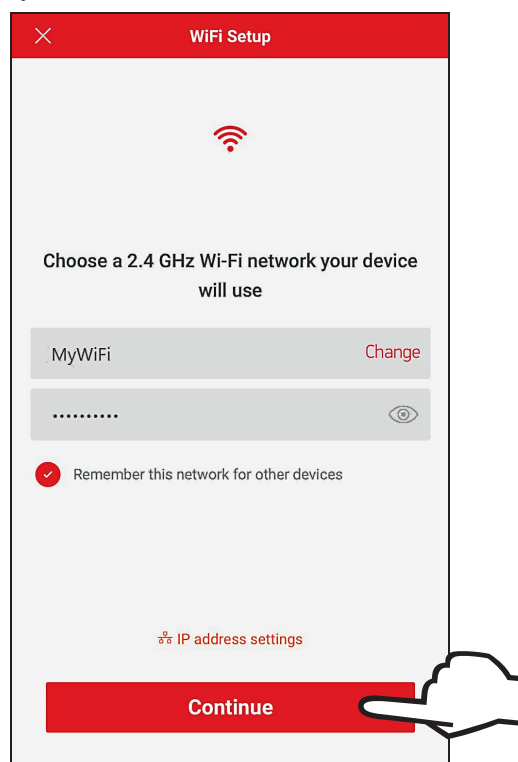

Figure 94. Configuration Wi-Fi
1. L'écran "Wi-Fi setup" s'affiche. Sélectionnez ou entrez le réseau Wi-Fi auquel vous souhaitez connecter votre appareil et saisissez le mot de passe réseau. Voir Figure 94.